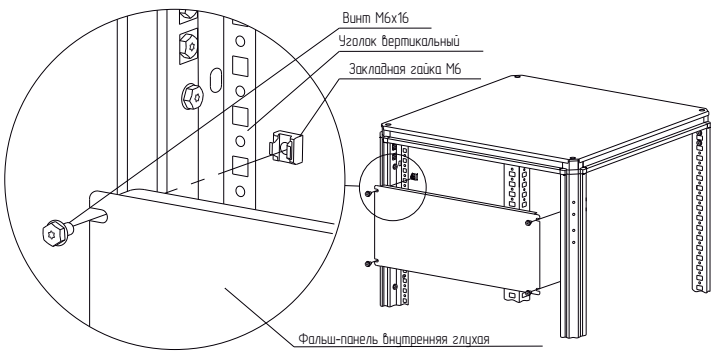

Рисунок 2
– вариант 2. Набором «закладная гайка М6 – винт М6×16 – шайба 6». Для этого предварительно установить закладные гайки в квадратные отверстия уголка вертикального для фальш-панелей внутренних и закрепить фальш-панель внутреннюю глухую винтами М6×16 с шайбами 6 (рисунок 2). Момент затяжки – 7 Н·м. Набор крепежа приобрести отдельно.